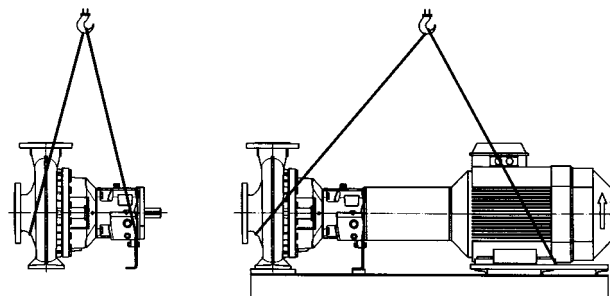

Figura 2
- A elevação da bomba/do agregado só pode ser levada a cabo por pontos de suspensão estáveis, como, por exemplo, corpo, tubuladuras ou armação. A figura 2 mostra o procedimento correcto em caso de transporte com grua.